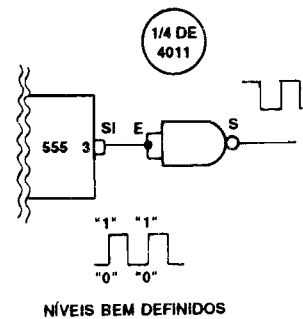

FIG. 10
**- FIG. 10 - O INTEGRADO 555 (JÁ VISTO EM "AULA" ESPECÍFICA...) É UM EXCELENTE "COMPANHEIRO" PARA OS GATES E BLOCOS LÓGICOS C.MOS...** - As exigências de "definição" clara de níveis "altos" ou "baixos", pertinentes aos C.MOS, fazem, por exemplo, com que suas Entradas "casem" muito bem com uma Saída de Integrado 555... Esse versátilíssimo Integrado, estudado em nada menos que duas "Aulas" específicas, é daqueles meio "híbridos", capazes de muito bem transitar tanto no universo ANALÓGICO quanto no DIGITAL... No caso, o importante é lembrar que a sua Saída (pino 3) sempre apresenta níveis ou estados muito definidos, ou praticamente iguais a "zero volt" (potencial equivalente ao da linha do negativo da alimentação...) ou praticamente equivalentes à Tensão positiva da alimentação... Nunca se mostrarão, num pino de Saída de 555, transições "lentas" de Tensão, "rampas" de "voltagem"... Suas mudanças de